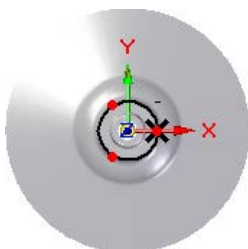

图 8.2.17 绘制圆形阵列轮廓
(4) 绘制圆形阵列轮廓。单击 **特征** 区域中的 按钮，绘制图 8.2.17 所示的圆形。